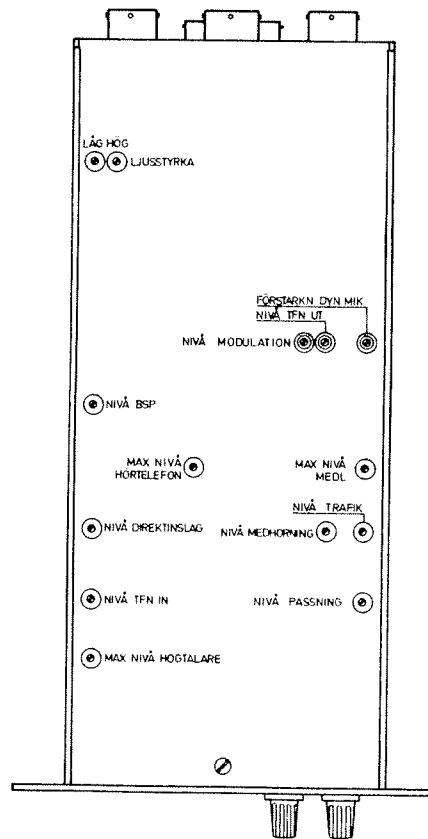

Bild 35. Betjäningsenhet översida
6.4.6.3 Vid behov, justera med potentiometern NIVÅ DIREKTINSLAG på betjäningsenhetens översida, se bild 35.